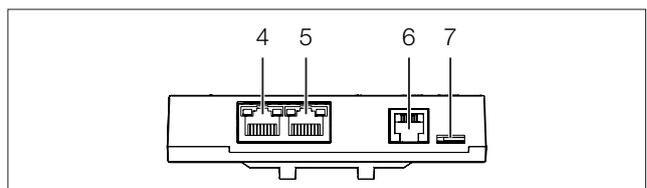

Abb. 10: Rückseite des Access Control
- Verbinden Sie den Access Control über ein CAN-Bus-Verbindungskabel mit einer CAN-Bus-Schnittstelle der CMC III Processing Unit bzw. der benachbarten Komponente im CAN-Bus (Abb. 10, Pos. 4).
- Schließen Sie ggf. an der zweiten, freien CAN-Bus-Schnittstelle des Access Control (Abb. 10, Pos. 5) eine weitere Komponente an (z. B. einen anderen Sensortyp).